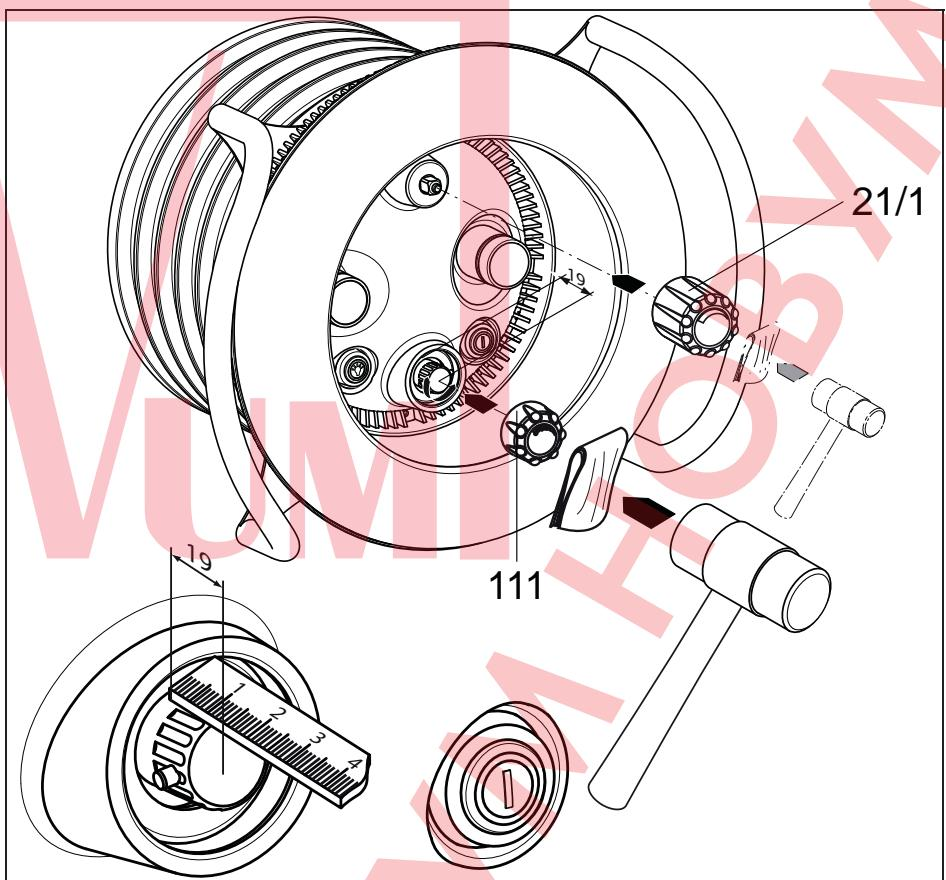

Рис. 13
12. Насадите колпачки на регулятор производительности (21/1) и регулятор подачи воздуха (111) с помощью резинового молоточка и защитной ткани (рис. 13).